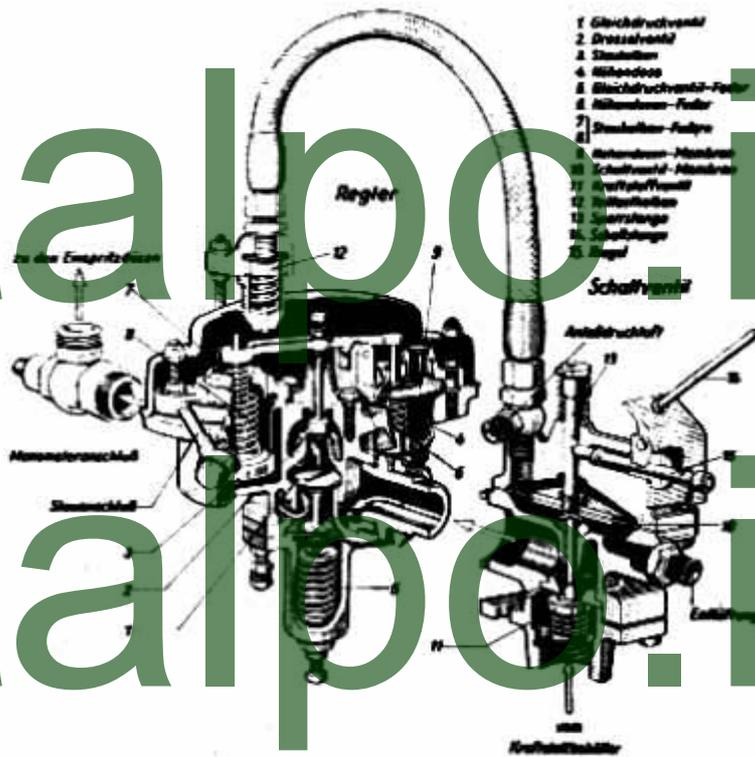

Abb. 6: Regler mit Schaltventil
Der Regler hat die Aufgabe, den Kraftstoff-Einspritzdruck je nach Flughöhe und Geschwindigkeit auf einem genauen Wert zu halten. Seine Grundelemente sind (siehe Abb. 6) das Gleichdruckventil 1 und das Drosselventil 2, welches vom Staukolben 3 und der Höhensdose 4 beeinflusst wird.
Durch Niederdrücken des Anlaßdruckknopfes an der Anlaßvorrichtung oder am Kommandogerät beginnt das Rohr zu arbeiten, indem die Zündung eingeschaltet, die Anlaßluftleitung zum Brennraum und das Schaltventil für die Kraftstoffzufuhr zum Rohr geöffnet wird. Letzteres wird folgendermaßen durchgeführt (siehe Abb. 6): Die Membran 10 wird auf der Oberseite von der Anlaßdruckluft beaufschlagt, auf der Unterseite vom Außenluftdruck. Die hierdurch entstehende Kraft öffnet das Ventil 11, so daß der vom Behälter über das vorgeschaltete Filter zugeführte Kraftstoff über den Regler und die Düsen in den Brennraum gespritzt wird. Sobald das Ventil geöffnet ist, wird durch Federkraft der Verriegelungsstift 15 in eine Nut der mit der Membran verschraubten Sperrstange 13 gedrückt. Dadurch bleibt das Schaltventil auch nach Abstellen der Anlaßluft (Loslassen des Druckknopfes am Kommandogerät) geöffnet. Sollte das Rohr nicht einwandfrei anspringen, so ist sofort auf den Abstellknopf zu drücken, wodurch von einem am Schwenkarm der Anlaßvorrichtung befindlichen druckluftgesteuerten Kolben die Schaltstange 11 niedergedrückt wird. Hierdurch wird über das Winkelblech der Riegel 15 gegen die Federkraft zurückgezogen, so daß das Schaltventil schließen kann.
- Der Gleitschalter (Abb. 6).